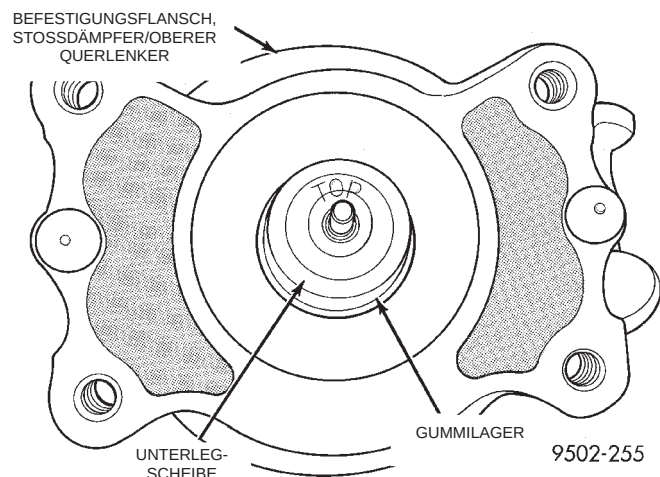

Abb. 88 Unterlegscheibe der Kolbenstange/ Stoßdämpfer
(5) Die Unterlegscheibe von der Kolbenstange/Stoßdämpfer abbauen (Abb. 88).
(10) Die obere Unterlegscheibe mit dem Wort TOP nach oben auf die Kolbenstange schieben (Abb. 88).